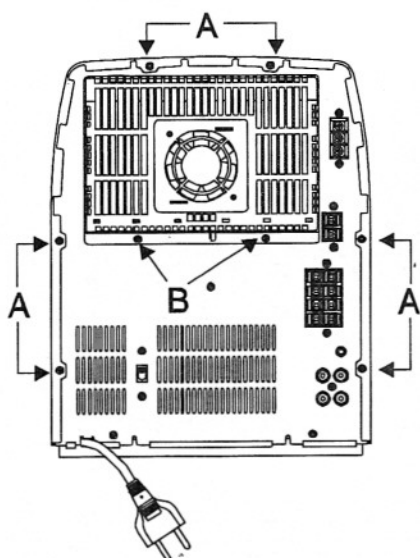

Fig. 2
- Retire os 6 parafusos traseiros **A** (fig.2)
- Retire os 2 parafusos **B** (fig.2)